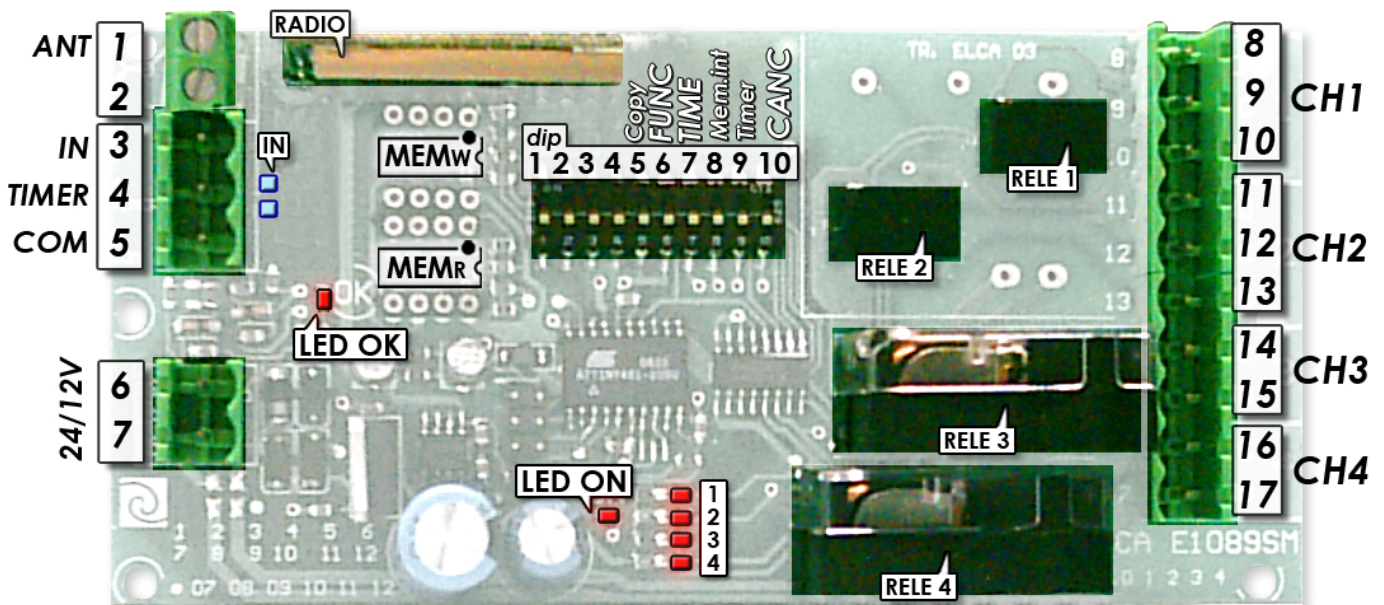

FIG.1
- In FIG.1 è schematizzata la scheda e la posizione di tutti i componenti descritti in questo manuale.